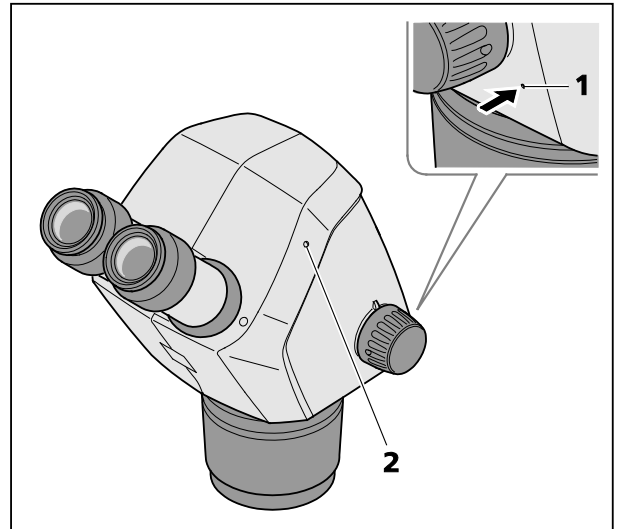

Fig. 10 Réinitialisation de la caméra intégrée
- En vous aidant d'un trombone déplié, enfoncez le bouton Reset (Fig. 10/1) et maintenez-le dans cet état pendant au moins 10 secondes.
Pendant le processus de réinitialisation, la LED d'état de la caméra s'éteint dans un premier temps puis se met à clignoter deux fois de suite. Une fois l'initialisation de la caméra terminée, la LED d'état (Fig. 10/2) s'allume en continu.